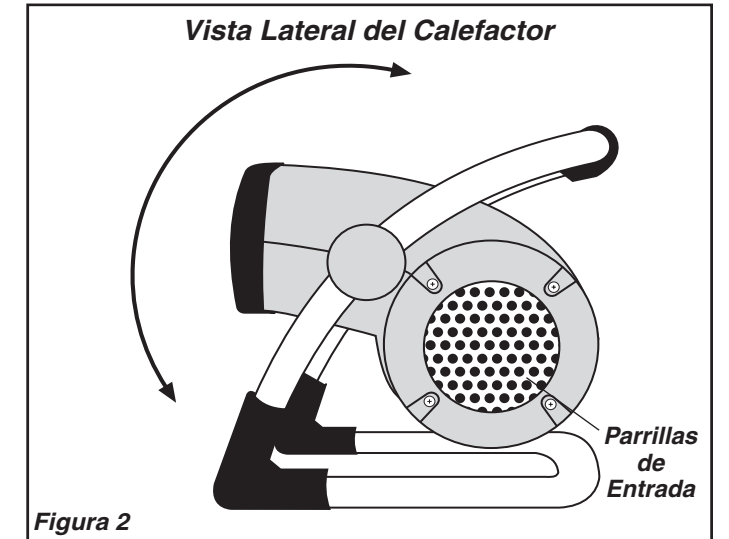

Figura 2
- Mueva la **Perilla de Encendido** hasta la posición de calor deseada. El Calor Alto (1500 vatios) está representado por el (2) y el Calor Bajo (900 vatios) por el (1).
- Para ajustar el ángulo del flujo de aire del Calefactor, haga girar el cuerpo del Calefactor hacia delante o hacia atrás hasta la posición deseada. **Figura 2**
- Para desconectar el Calefactor, gire la **Perilla de Encendido** hacia la posición de "APAGADO" (0), luego retire el enchufe del tomacorriente.